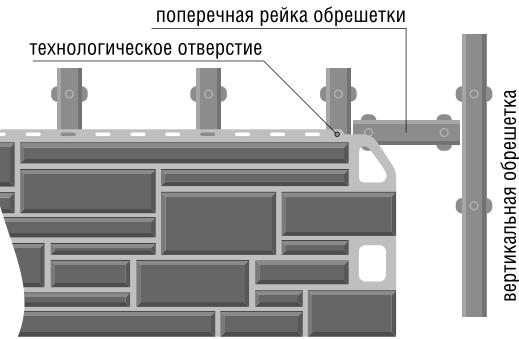

рис. 3
**В верхней части панели предусмотрено технологическое отверстие для дополнительного крепления и предотвращения появления волнового эффекта на готовой стене. Необходимо установить поперечную рейку обрешетки, затем дополнительно закрепить панель через технологическое отверстие с помощью самореза, соблюдая все температурные допуски на расширение-сжатие (рис. 3). Для коллекции «Кирпич Клинкерный» саморез в технологическое отверстие вкручивается до упора. Это необходимо для того, чтобы расширение панелей шло в одну сторону.**